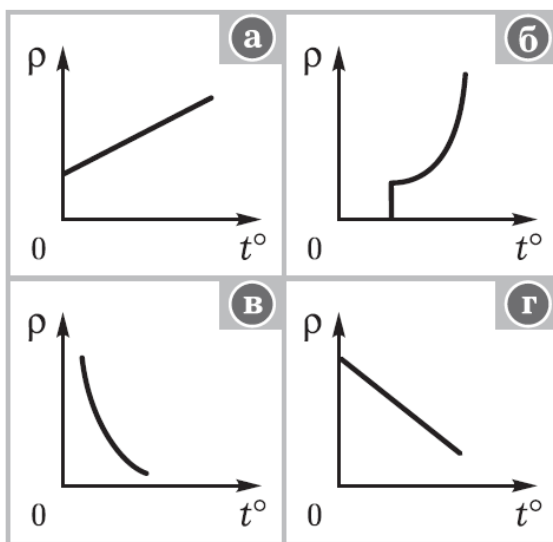

Рис.13
5. Покажите, какой из приведённых графиков соответствует зависимости удельного сопротивления от температуры для термистора (рис. 13, а—г). Почему?